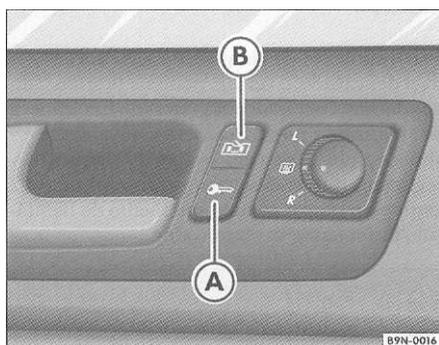

Fig. 39 Detalhe na porta do condutor: interruptor do travamento elétrico
- Pressione o interruptor => fig. 39 @ (3
- Pressione o interruptor => fig. 39 ©